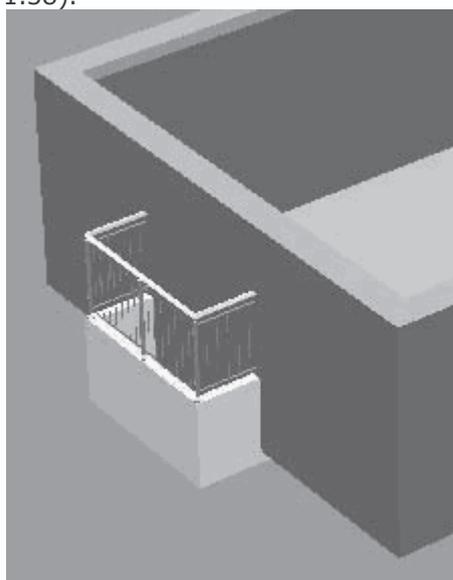

Рис. 1.38. 3D-модель балкона
– с помощью этой команды вы сможете быстро создать балкон у одной из внешних стен разрабатываемого коттеджа (рис. 1.38).